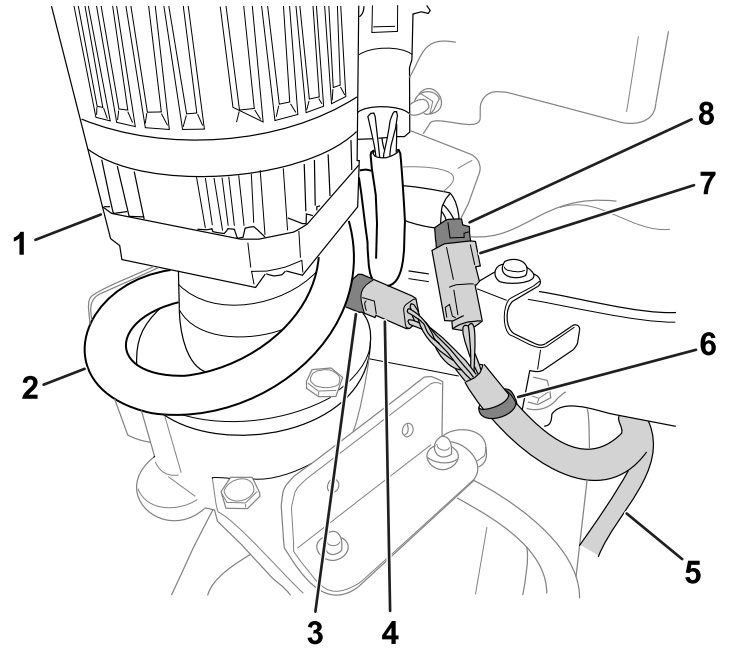

Рисунок 6
4. Проложите оставшиеся разъемы жгута проводов из комплекта по направлению к двигателю рулевого управления (Рисунок 6).
5. Подсоедините вставной держатель на жгуте проводов из комплекта к кронштейну, как показано на Рисунок 6.
6. Подсоедините разъемы жгута проводов из комплекта к разъемам жгута проводов машины (Рисунок 6):
8. Оберните излишнюю провисающую часть жгута проводов машины вокруг двигателя рулевого управления, как показано на Рисунок 6.